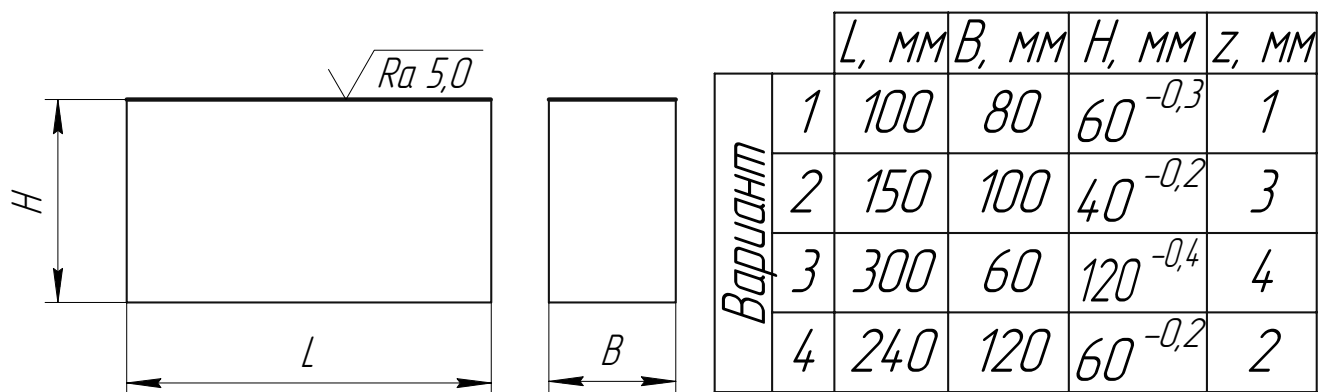

Рис. 10. Фрезерование плоскостей торцовыми, цилиндрическими и концевыми фрезами (z – припуск, мм)
17. Фрезерование плоскостей торцевыми фрезами (см. рис. 10).
18. Фрезерование плоскостей цилиндрическими фрезами (см. рис. 10).
19. Фрезерование плоскостей концевыми фрезами (см. рис. 10).